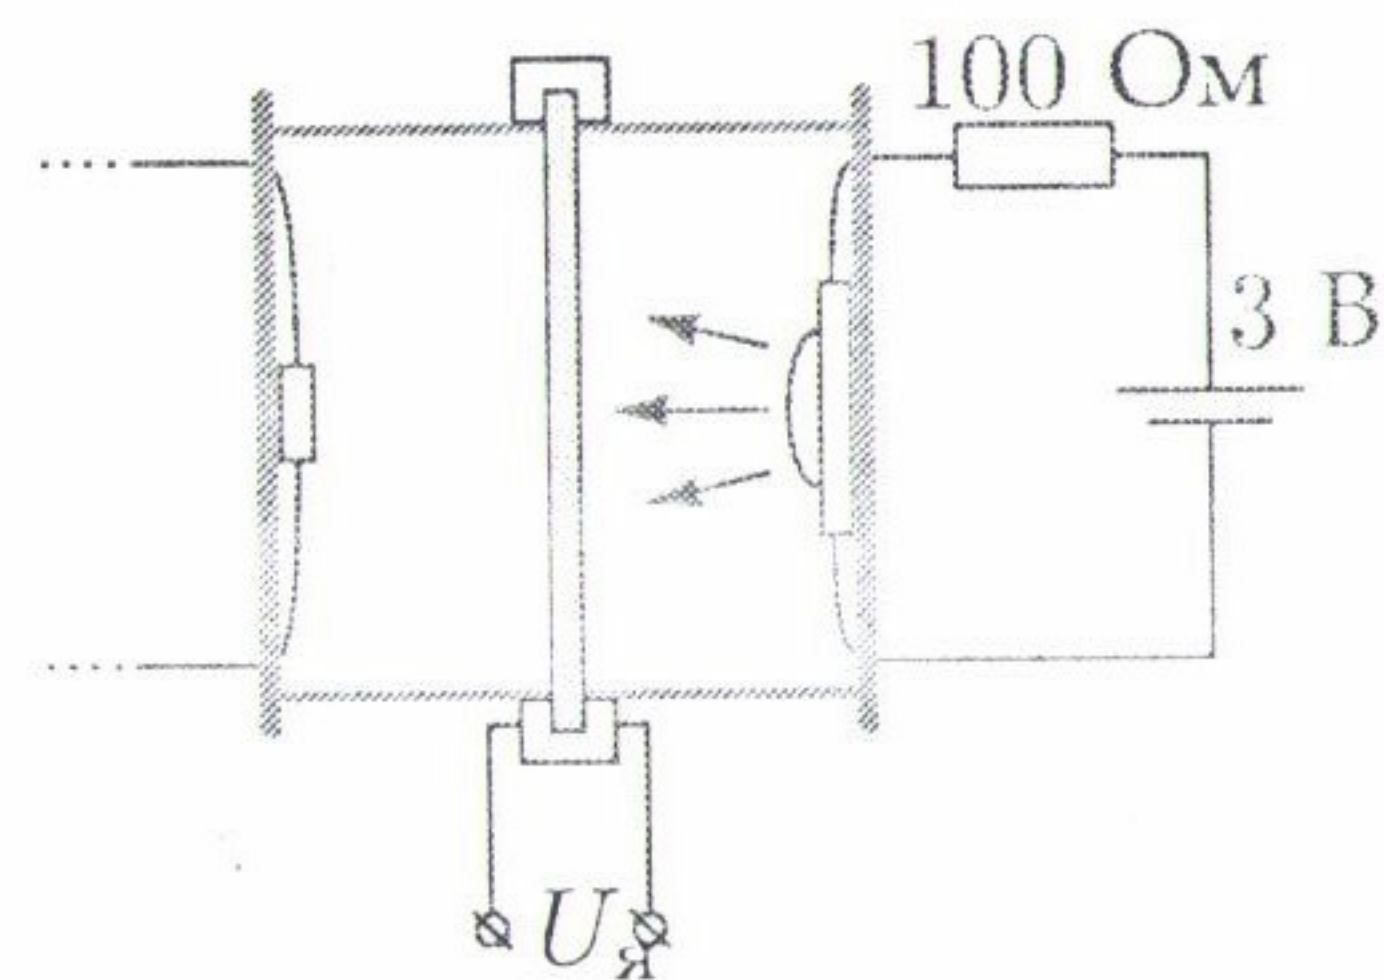

Рис. 2
1. Соберите установку, указанную на схеме (рис. 2). Закрепите ЖК-ячейку между корпусами фото- и светодиодов. Корпуса должны плотно соприкасаться с ячейкой, чтобы уменьшить фоновую засветку. Сверху накройте установку чёрной плёнкой (закрепите резинкой). Снимите зависимость интенсивности прошедшего света $I_{пр}$ (в относительных единицах) от напряжения $U_я$ на ячейке. Исследуйте диапазон $U_я$ от 0 В до 9 В. ЖК-ячейка является неполярной. Для измерения интенсивности света пользуйтесь люксметром (см. примечание).